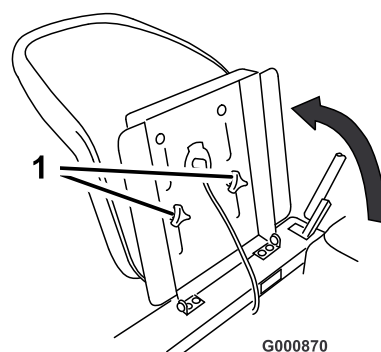

Figure 15
1. Soulevez le siège et desserrez les boutons de réglage (Figure 15).